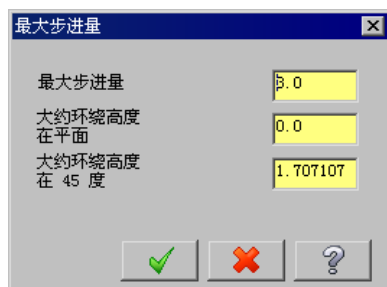

图 10.2.10 “最大步进量”对话框
- 最大切削间距 (M)** 按钮：单击此按钮，系统弹出图 10.2.10 所示的“最大步进量”对话框，通过该对话框可以设置铣刀在刀具平面的步进距离。